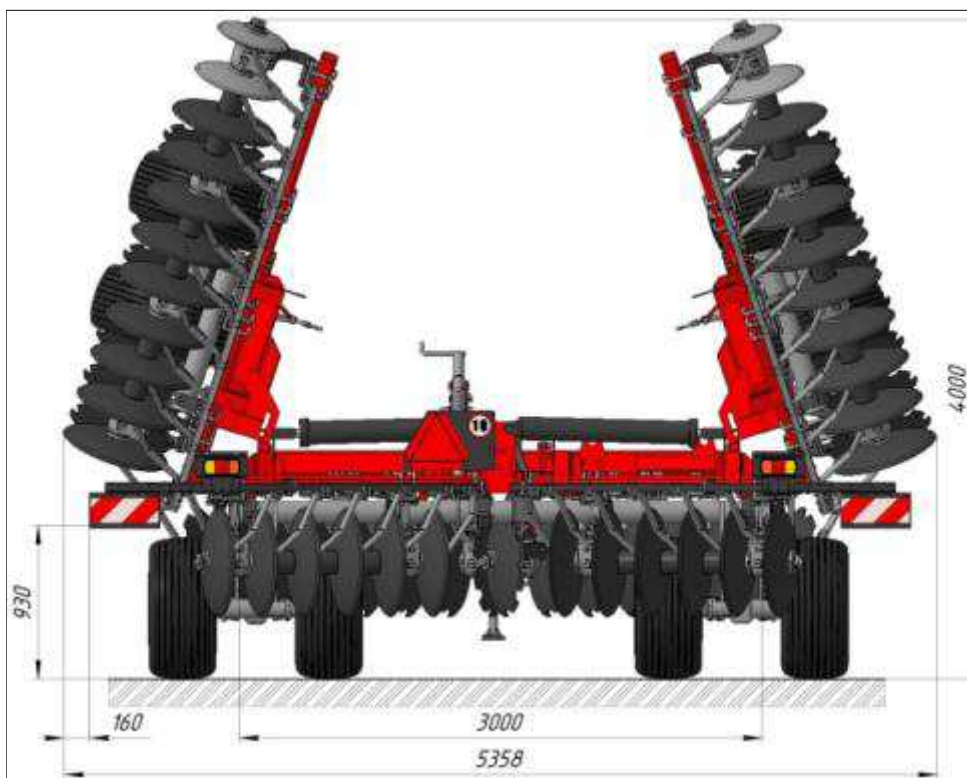

Рисунок 8.1 – Схема установки и установочные размеры сигнальных панелей и кронштейнов задних фонарей на бороне DX-850/880 (Вид сзади)
- проверить состояние световозвращателей (рисунок 8.1, 8.2), сигнальных щитков и общее техническое состояние;